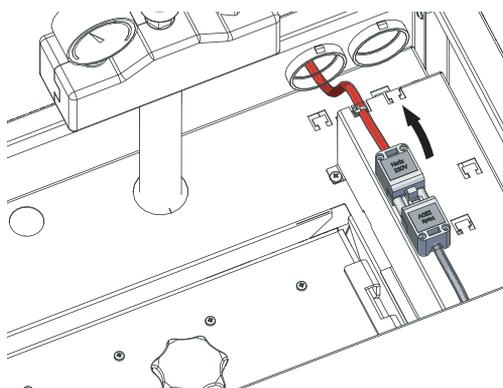

Fig. 62 Débrancher la fiche secteur de l'appareil
- ▶ Brancher la fiche secteur de l'appareil – Fig. 62.